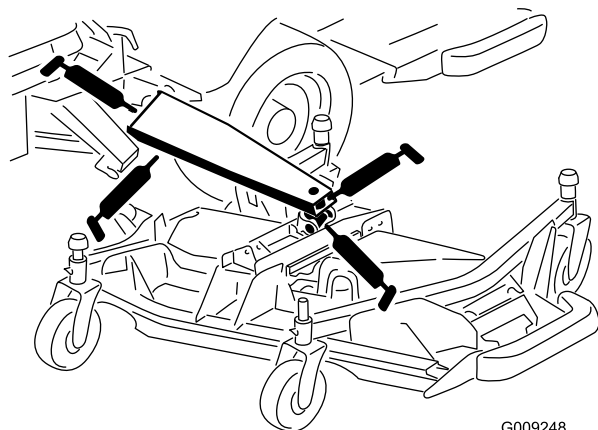

Figura 86
- 3 boccole del braccio di sollevamento principale (Figura 86)
- 1 boccola del cilindro di sollevamento (Figura 86)